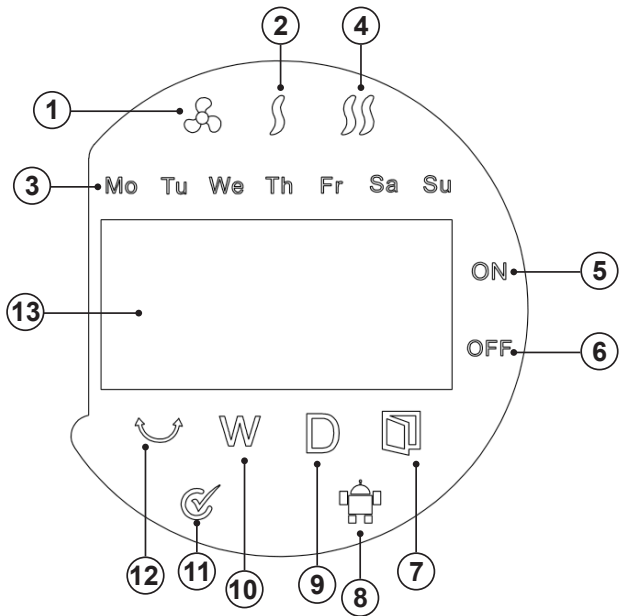

Fig 1
- El aparato necesita ventilación adecuada para funcionar correctamente. Dejar un espacio de 20 cm. encima del mismo y 25 cm a ambos lados (Fig.1)